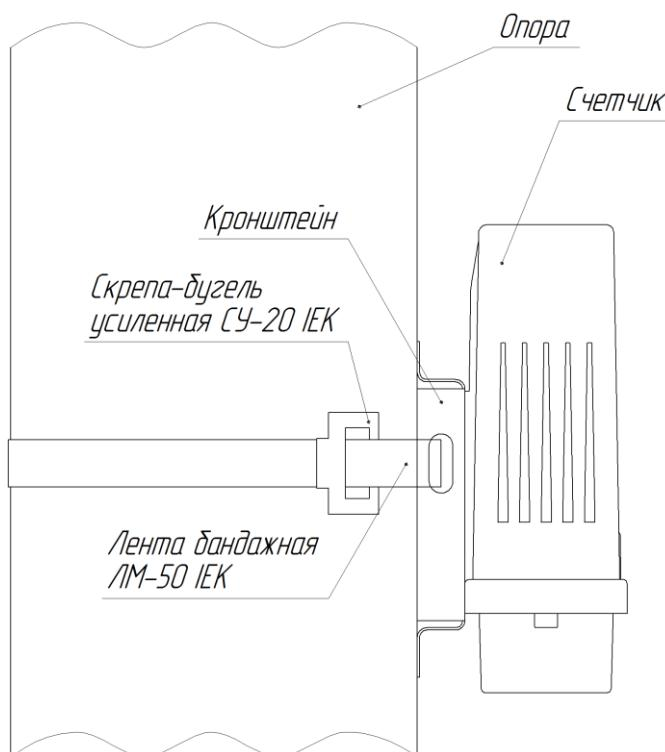

Рисунок 3 – Установка счётчика на опору
5) Предусмотреть запас проводов СИП (вход/выход на счетчике) длиной (100 – 150) мм для дальнейшего обслуживания счетчика (протяжка винтов и т.д.). Обязательно зафиксировать провода СИП атмосферостойким хомутом перед счетчиком вдоль опоры ВЛ-0,4 кВ (рисунок 3).
6) Провода СИП подключить к линии ВЛ-0,4 кВ с помощью прокалывающих зажимов (проколов). Скрутка проводов строго запрещена! Обязательно место контакта зачистить от пыли, пленок, окислов и смазать токопроводящей кварце-вазелиновой пастой (например, ПКВ). Обязательно зафиксировать провод СИП атмосферостойким хомутом, например, IEK XC-180 (UHN21-D6-180-100), перед зажимом вдоль линии ВЛ-0,4 кВ (рисунок 3).